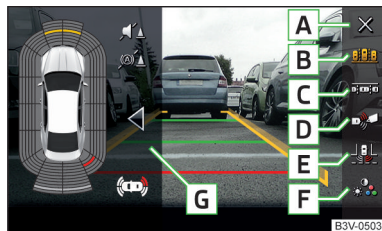

Fig. 281
Superficies de función » fig. 281
- Pulse ligeramente la superficie de función **C** » fig. 281 de la pág. 248.